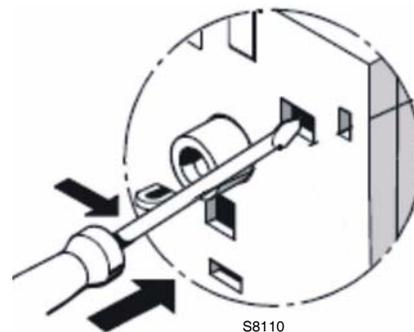

Fig. 31
- **Prueba de contacto NC (95-96) y NA (97-98) (Fig. 31)**